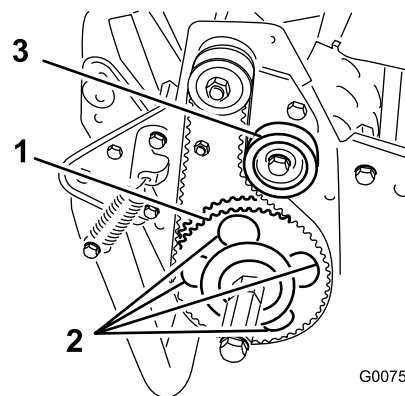

Figura 38
7. Ruotate la puleggia condotta finché i fori non sono allineati con le 4 viti a testa flangiata del cuscinetto a rulli (Figura 38).
11. Regolate la tensione della cinghia e serrate la vite di montaggio della puleggia tendicinghia (Figura 38).